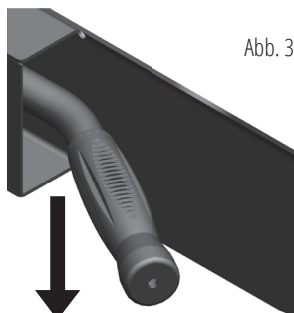

Abb. 3
**Beim Modell KS 8THE V 55/40 den linken Griff drücken und erst danach den Motor starten! (Abb. 3).**